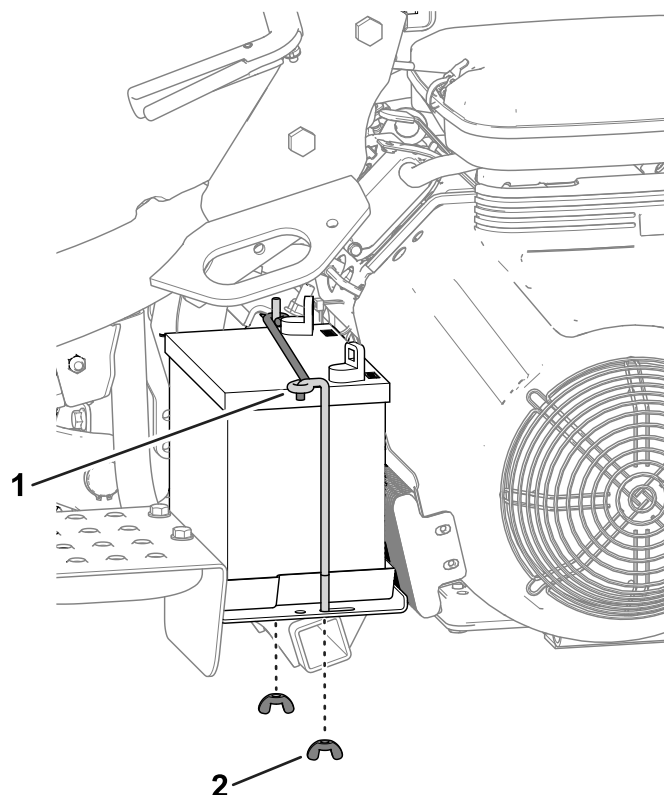

图 41
2. 拆下将电池固定到平台图 41 上的蝶形螺帽和杆然后提起电池。
5. 将电池放在电池托盘上用之前拆下的固定杆和紧固件固定图 41。